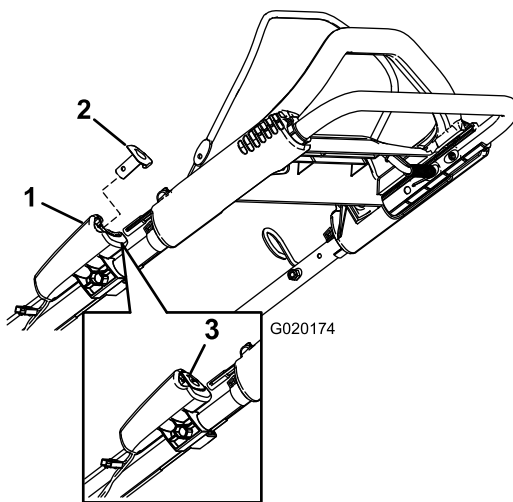

Figure 16
2. Appuyez sur le bouton de démarrage électrique jusqu'à ce que le moteur démarre (Figure 16).
Remarque: Si vous avez retiré le bouton de démarrage électrique, insérez-le dans le démarreur électrique ; voir Figure 16.